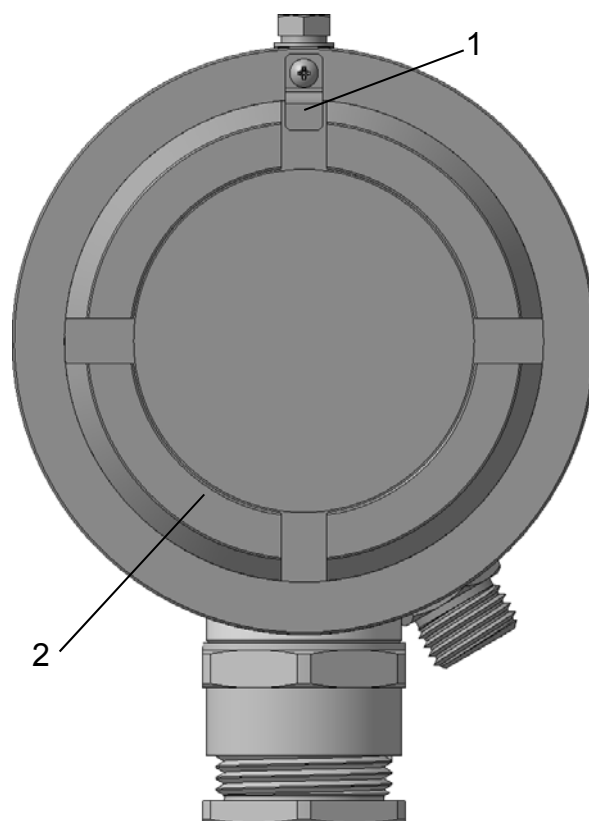

Рисунок 6.1
- 1) снять фиксатор крышки преобразователя 1 (см. рисунок 6.1);